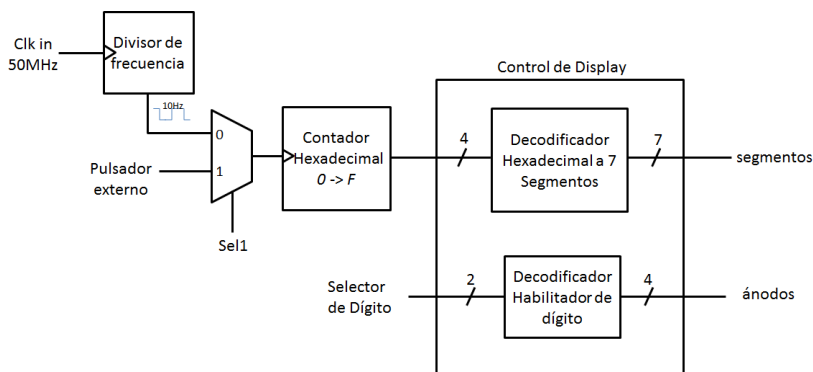

Figura 4: Visualización con contador
La Figura 4 muestra un esquema general de conexiones de los bloques que en conjunto con los de la primera semana, se deben poner en funcionamiento.
- Diseñe los componentes necesarios e implemente el circuito de la Figura 4.